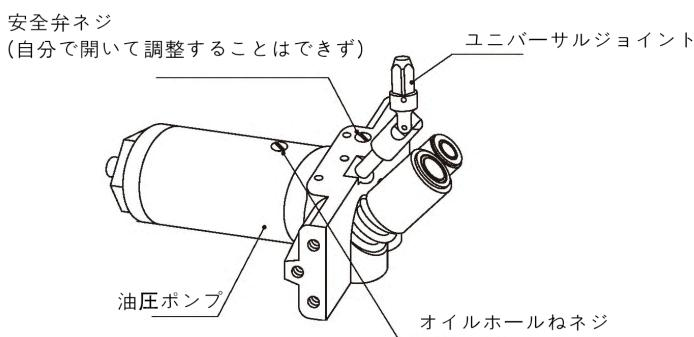

図2
- オイルホールネジを緩めますが、ネジを外さないでください（図2参照）。
- e) オイルホールネジを締めます（図2参照）。
- a) オイルホールネジを外します（図2参照）。
- b) オイルホールを合わせ、オイルホールから 06cm 離れるまで、適格な油圧オイルをゆっくりと注入します（図2参照）（注意：オイルを注入する際、ハンドルを押さないでください）。